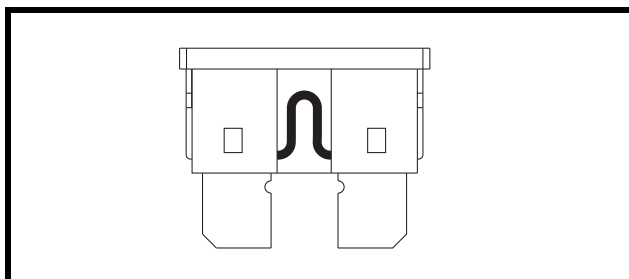

Figure 27. Fusible correct
2. Examinez-le pour vérifier s'il est brûlé. Voir les figures 27 et 27A.